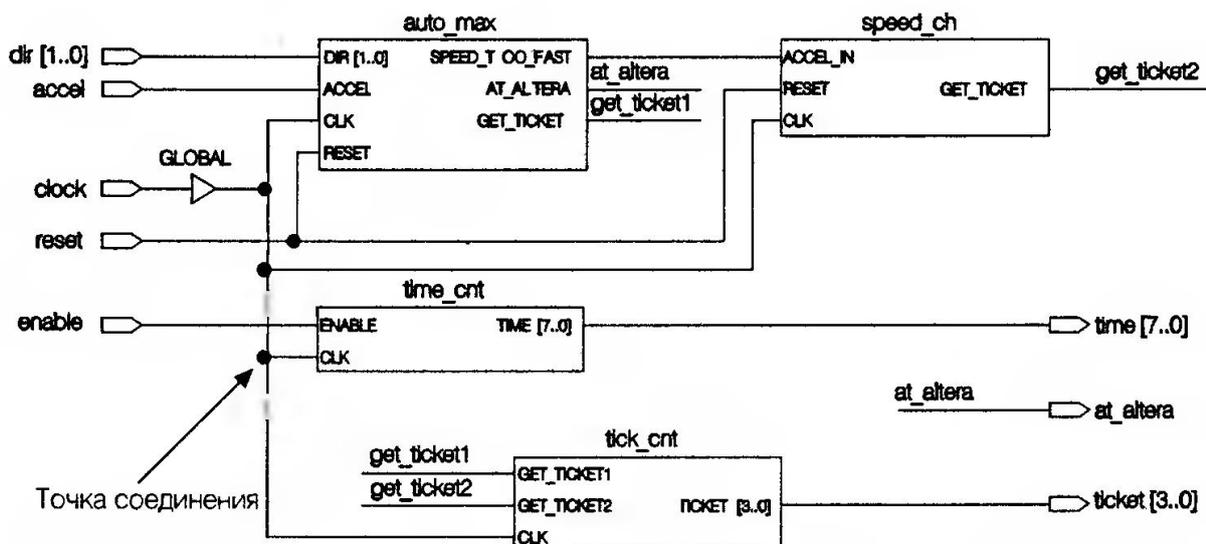

Рис. 2.29
На рис. 2.29 показан файл **chiptrip.gdf**, который вы должны будете создать по описанию, приведенному ниже. На этом занятии мы также познакомимся с дополнительными командами быстрого вызова, что поможет вам быстрее создать файл **chiptrip.gdf**. За подробной информацией о каждом шаге обратитесь к занятию 2: "Создание графического файла проекта".
5. Нарисуйте цепи и линии шин для соединения символов, как показано на рис. 2.29. Убедитесь, что вы нарисовали все цепи, даже те, которые не соединяют графически символы вместе.
7. Ввести имена несоединенных цепей для связи их посредством имен, как показано на рис. 2.29. Ниже приводится список имен для этих цепей.